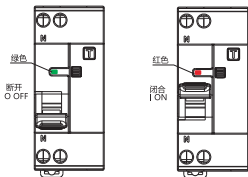

图2 NB5LE-40N闭合、断开状态指示
5.1 安装使用前先检查断路器标志与所使用的工作条件是否相符；断路器闭合、断开状态指示如下图2